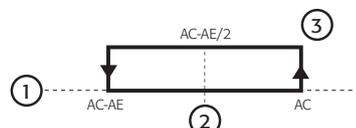

Рис. 4.1
- сигнализация о превышении допустимой разницы значений параметров Ac и Ae (по следующей формуле:  $Ac - Ae/2$ , см. Рис. 4.1);
- сигнализация о превышении температуры, заданной параметром Ac (см. Рис. 4.1);
**Важно:** Предупреждение "CHt" (см. параграф "5.1 Таблица предупреждений" на стр. 31) можно сбросить только вручную или включив/выключив термостат. Чтобы выключить термостат удерживайте нажатой кнопку BBERX (UP) в течении 3 секунд (если после включения термостата температура на дисплее все равно больше значения, заданного параметром "Ac", предупреждение появится снова).